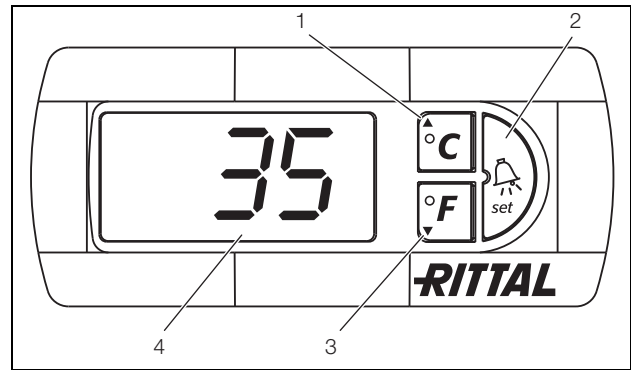

Fig. 17 : Régulateur e-confort
Le régulateur e-confort dispose d'un affichage à 7 segments (fig. 17, n° 4). Après la mise sous tension, il commence par afficher la version actuelle du logiciel pendant env. 2 secondes ainsi que le mode « Eco » activé, puis l'option pré-réglée (p. ex. t10) ou la température.
La programmation de l'appareil se fait à l'aide des touches 1 – 3 (fig. 17). Les paramètres correspondants sont également visualisés sur l'afficheur.
■ Appuyer simultanément sur les touches 1 et 2 (fig. 17) pendant au moins 5 secondes.
Les touches 1, 2 et 3 (fig. 17) vous permettent de modifier 24 paramètres à l'intérieur des plages définies (valeurs limites minimales et maximales).